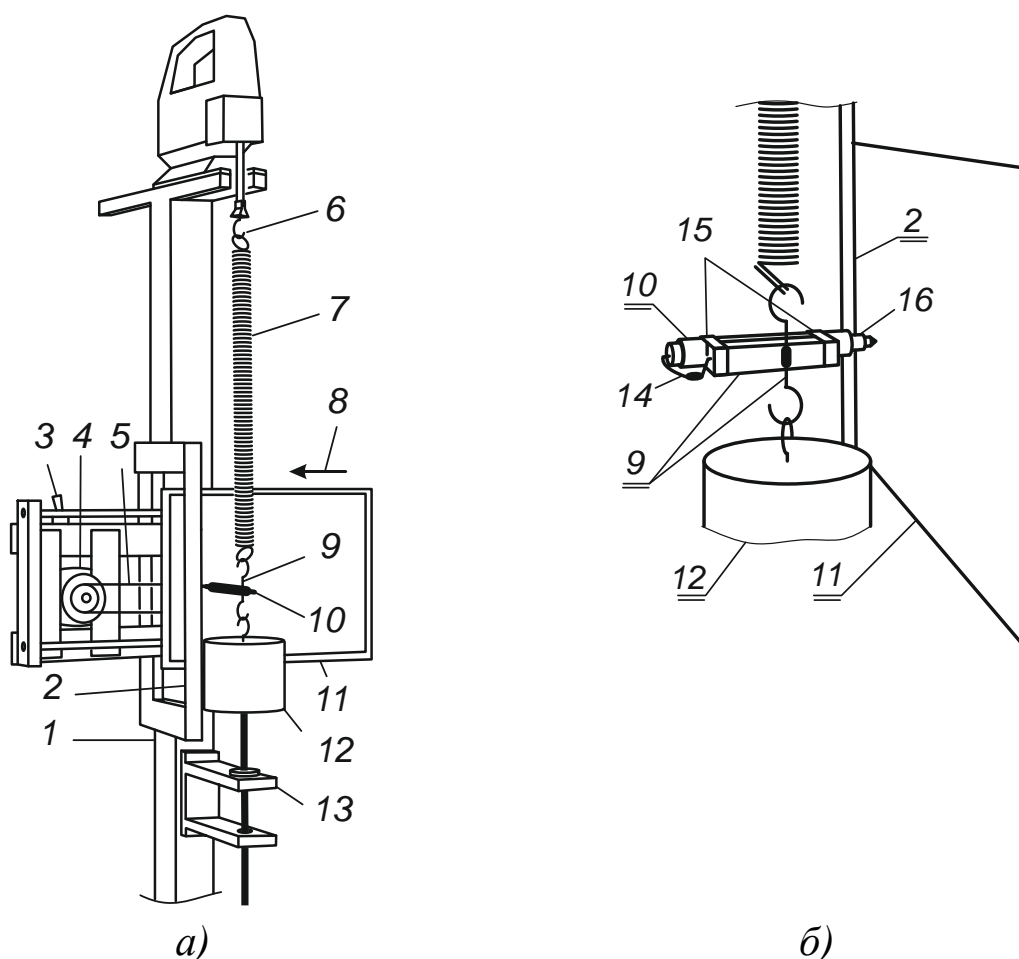

Рис. 2
В оборудование входит переналаживаемый стенд (рис. 2, a), уровень, пружина $\varnothing 30$ мм, груз массой 5 кг, S-образный удлиннитель.
Масса 12 , колебания которой подлежат исследованию, подвешивается к пружине 7 через держатель 9 маркера 10 . Более подробно устройство держателя показано на рис. 2, $б$.
Планшет протягивается электродвигателем 4 (см. рис. 2, а). Протяжка осуществляется нитью 5, охватывающей шкив электродвигателя. На нити закреплена бусинка. Она тянет планшет за вилку, расположенную на тыльной стороне планшета. Двигатель включают и выключают тумблером 3.
8. Распаковать маркер и, отведя вверх пружину 14 (см. рис. 2, б), вставить его в держатель. Пружиной подпереть маркер с торца. Пишущий стержень маркера должен касаться полоски картона, а пластиковый конец 16 – кромки линейки 2. Если это не достигается, обжать пружину 14.